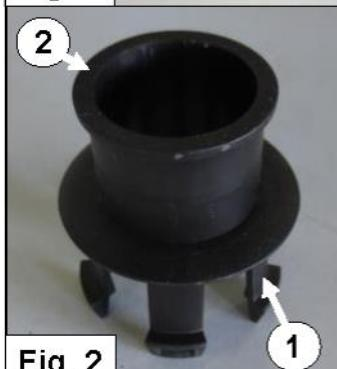

Fig. 2
- Verwijder indien nodig de dubbele zwarte plug **1 & 2** uit de draagarm. *Zie fig. 2.*